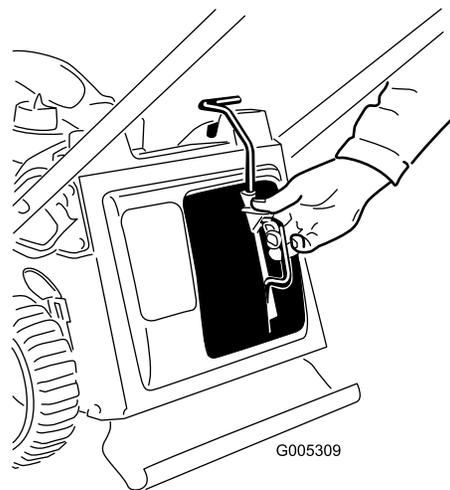

Figure 34
3. Insérez l'obturateur Recycler (Figure 34).